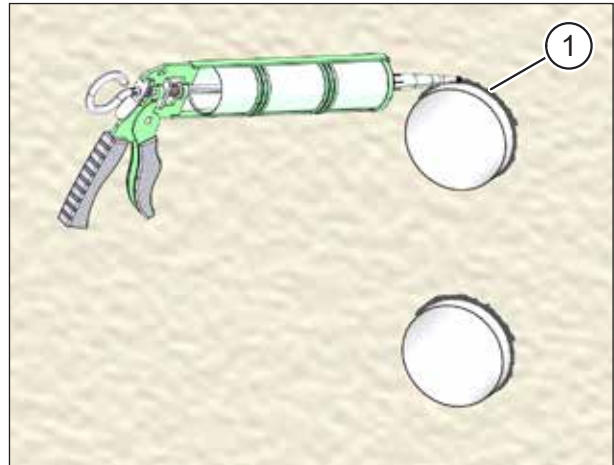

Abb. 70: Lüftungsrohre an der Außenwand abdichten
- ▶ Fasen Sie beide Rohrdurchbruchkanten (Pos. 1 in Abb. 70) mit ca. 5 x 45° ab, um einen Freiraum für die Dichtungsfugen mit dauerelastischem Dichtstoff zu schaffen.